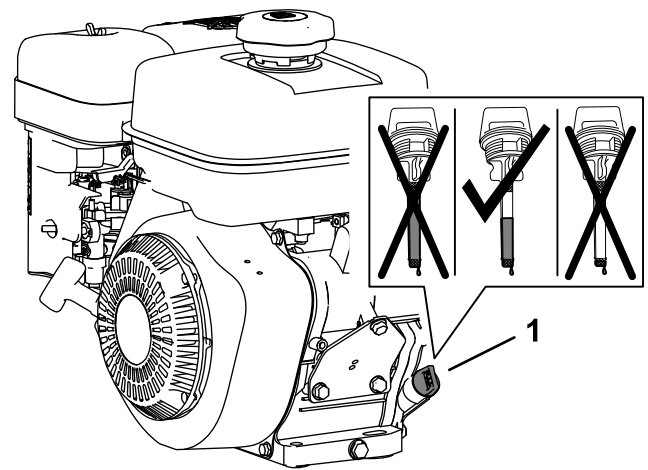

Bild 15
1. Entfernen Sie den Peilstab aus dem Einfüllstutzen des Motors und wischen Sie ihn mit einem sauberen Lappen ab (Bild 15).
2. Füllen Sie langsam 0,6 l des angegebenen Öls durch den Einfüllstutzen in das Kurbelgehäuse des Motors (Bild 15).
4. Entfernen Sie den Peilstab vom Einfüllstutzen und kontrollieren Sie auf den Ölstand auf dem Peilstab (Bild 15).
Hinweis: Der Motorölstand muss zwischen den mit der Schraffur gekennzeichneten Bereichen des Peilstabs liegen (Bild 15).
- Schrauben Sie den Peilstab handfest im Einfüllstutzen ein (Bild 15).